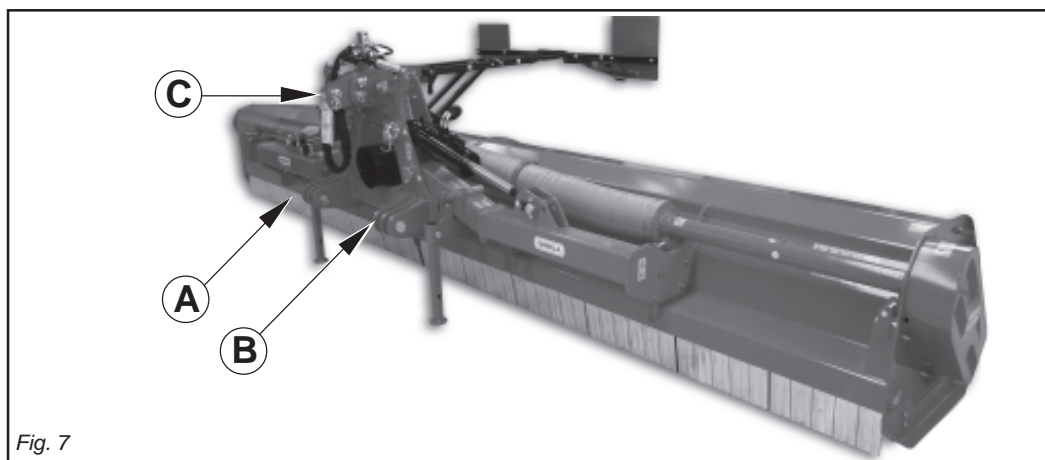

Fig. 7
- 1- Accostare le barre del sollevatore ponendole all'interno delle piastre (A-B-C Fig. 7), inserire il perno nel foro predisposto e bloccare con le copiglie a scatto.
- 4 - Collegare il terzo punto superiore (C Fig.7) ed effettuare una corretta regolazione con il tirante, verificando che il piano superiore della macchina risulti parallelo al piano terra.
- 1- *Near the lift bars, setting them in the most suitable plates (A-B-C Fig. 7). Insert the pin into the relative hole and lock in place with the snap-in split pins.*
- 4 - *Connect the upper third-point (C Fig. 7) and correctly regulate by means of the adjuster, checking that the upper surface of the machine is parallel to the ground. This is very important since it achieves parallelism between the axis of the machine and that of the tractor pto.*
- 1- Approchez les barres du relevage en les plaçant à l'intérieur des plaques les plus appropriées (A-B-C Fig. 7), introduisez l'axe dans le trou correspondant débloquez par les goupilles à encastrement.
- 4 - Reliez le troisième point supérieur (C Fig. 7) et réglez correctement à l'aide du tirant. Assurez-vous que le plan supérieur de la machine soit pratiquement parallèle au terrain. Ceci est très important en vue d'obtenir le parallélisme entre l'axe de la houe et celui de la prise de force du tracteur.
- 1- *Die Lenker des Krafthebers annähern und in die am besten geeigneten Platten schieben (A-B-C Abb. 7). Den Bolzen in das Loch stecken und mit dem einrastenden Splint blockieren.*
- 4 - *Den oberen Kupplungspunkt (C Abb. 7) anschließen und den oberen Lenker korrekt einstellen. Sicherstellen, daß die obere Haubenkante der Maschine parallel zum Boden steht. Das ist sehr wichtig, um die Parallelität zwischen der Achse der Maschine und der der Schlepper-Zapfwelle zu erhalten. Wenn diese Parallelität gegeben ist, wird die Zapfwelle weniger belastet und das Leben von Gelenkwelle und Gerät wird verlängert.*
- 1- Acercar las barras del elevador poniéndolas dentro de las placas más indicadas (A-B-C Fig. 7), introducir el perno en el orificio y bloquear con los pasadores de resorte.
- 4 - Conectar el tercer punto superior (C Fig. 7) y efectuar una correcta regulación con el tirante de regulación controlando que el plano superior de la máquina resulte paralelo al plano al nivel del suelo. Esto es muy importante para obtener paralelismo entre el eje de la máquina y el eje de la toma de fuerza del tractor. Esto permite limitar los esfuerzos sobre la toma de fuerza misma y hacer durar el árbol cardánico y la máquina misma.